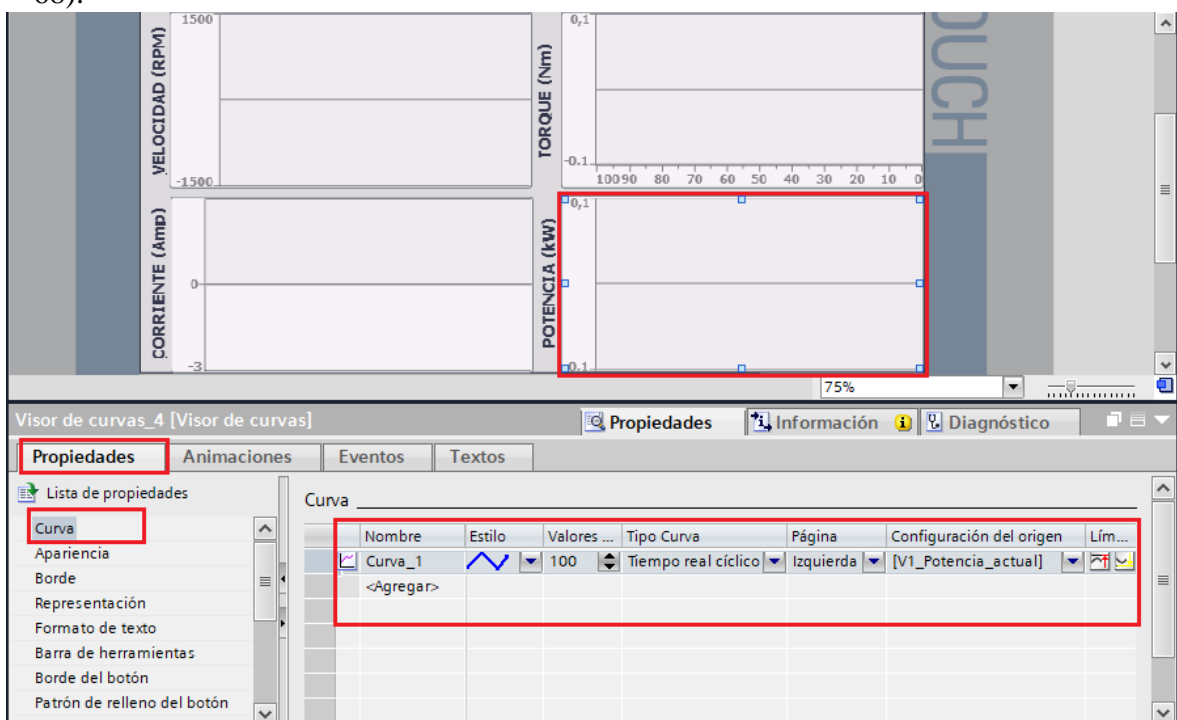

Figura 68. Configuración visor de curvas de Potencia.
- En “Configuración de origen” seleccionar la variable del PLC “V1_Potencia_Actual” (ver Figura 68).